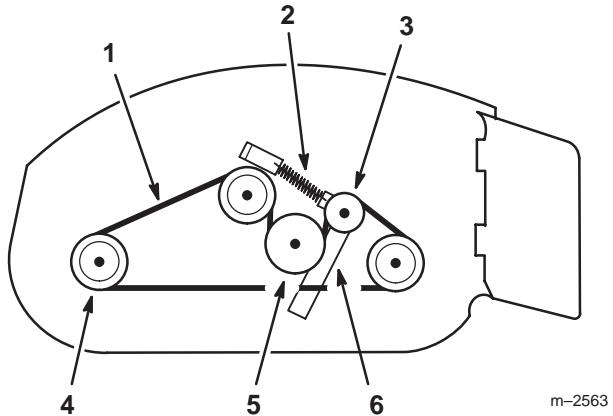

Figure 26
4. Installez une courroie neuve sur les trois poulies d' axe, la poulie de sortie du boîtier d' engrenages et la poulie folle du plateau de coupe (Fig. 26).
5. Raccrochez le ressort du bras de renvoi (Fig. 26).